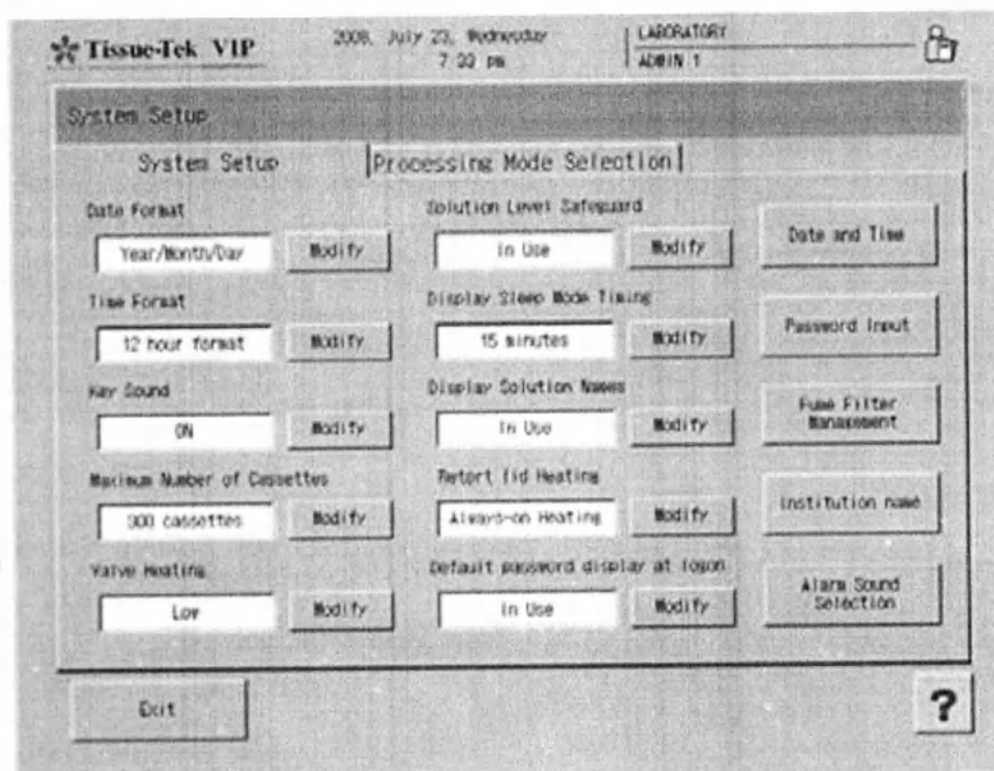

Рис. 35 Вкладка «Настройка системы»
- На дисплее появится соответствующее меню (Рис. 35):